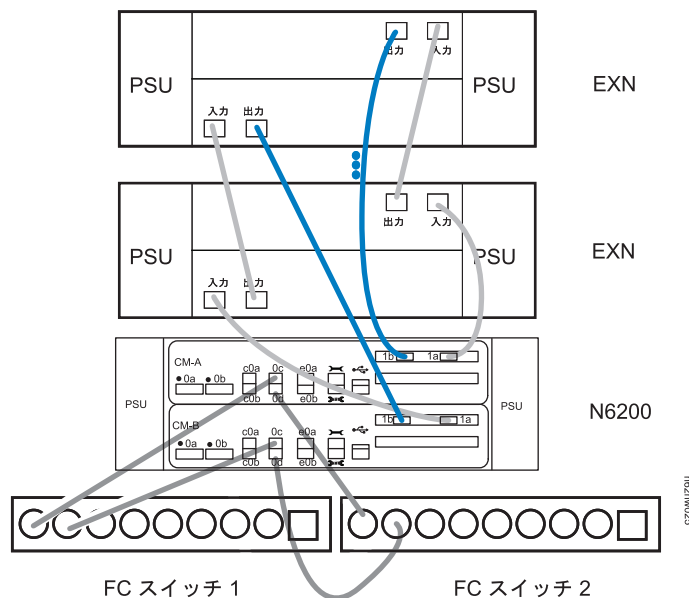

図 10. N6200 シリーズ・システム拡張アダプターからストレージ拡張ユニットへのケーブル接続
8. 21 ページの図 10 に示されているように、上部コントローラー・モジュール (CM-A) のデュアル・ポート拡張アダプターのポート 1b を、最後のストレージ拡張ユニットのチャンネル B の ESH4 または AT-FCX 出力ポートに配線します。
9. 21 ページの図 10 に示されているように、下部コントローラー・モジュール (CM-B) のデュアル・ポート拡張アダプターのポート 1b を、最後のストレージ拡張ユニットのチャンネル A の ESH4 または AT-FCX 出力ポートに配線します。